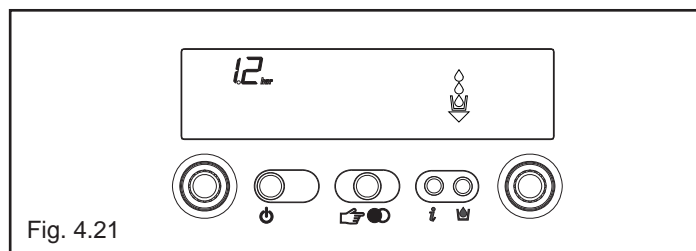

Fig. 4.21
**Info 2** visualizza la pressione di carica impianto (fig. 4.21)